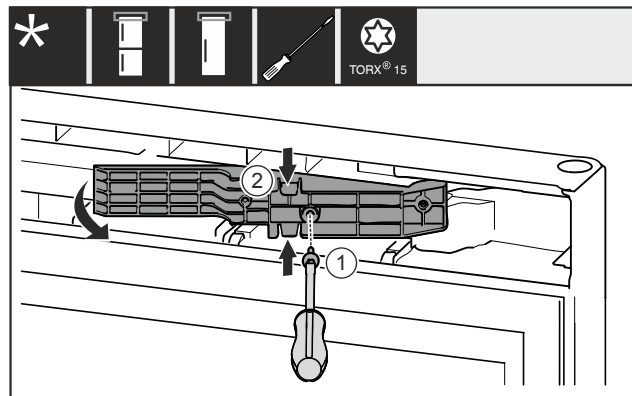

Fig. 16 *
- ▶ Извлеките винт Fig. 16 (1).*
- ▶ Слегка сожмите деталь адаптера Fig. 16 (2) сверху и снизу и извлеките ее.*